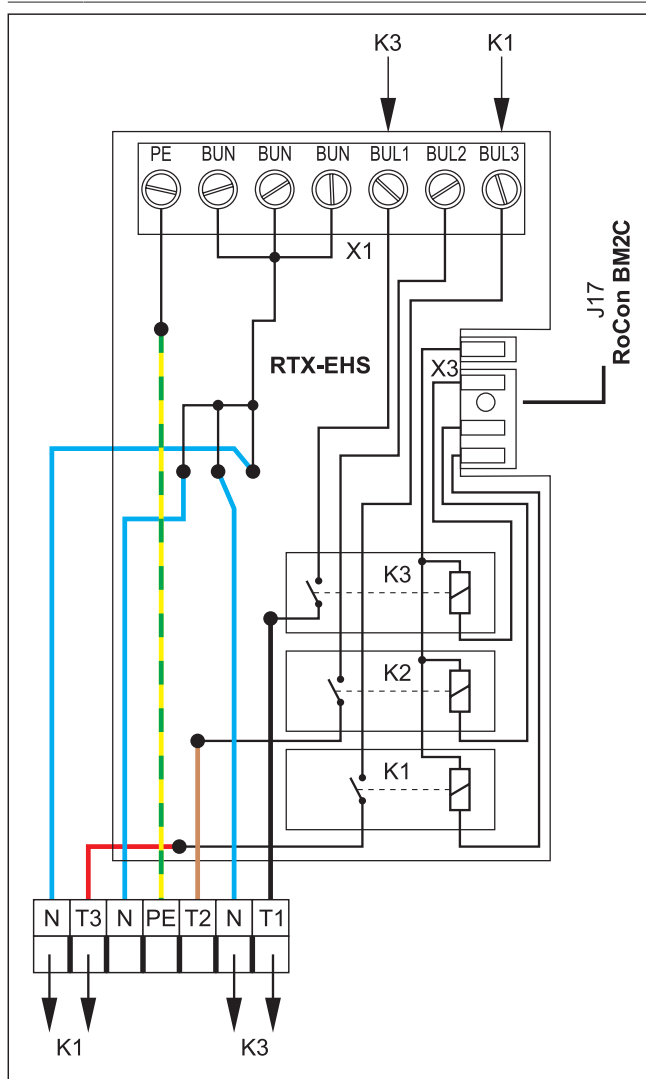

Fig. 4-38 Ligação à placa de circuitos RTX-EHS
A solicitação do gerador de calor externo ativa-se através de um relé na placa de circuitos RTX-EHS (ver Fig. 4-38). A ligação elétrica à Daikin Altherma EHS(X/H) é possível da seguinte forma;
- 3 Estabelecer ligações adequadas na placa de circuitos RTX-EHS do set de ligação (ver Fig. 4-38).